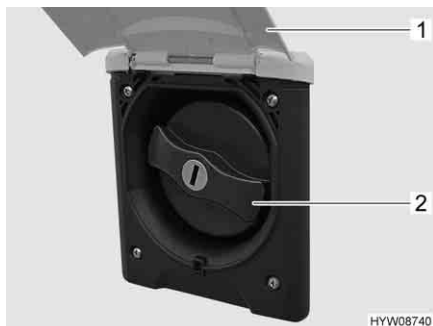

Fig. 64 Coperchio per bocchettone di riempimento dell'acqua potabile
- Sollevare lo sportello esterno (Fig. 64,1).
- Ruotare il coperchio blu (Fig. 64,2) di un quarto di giro.